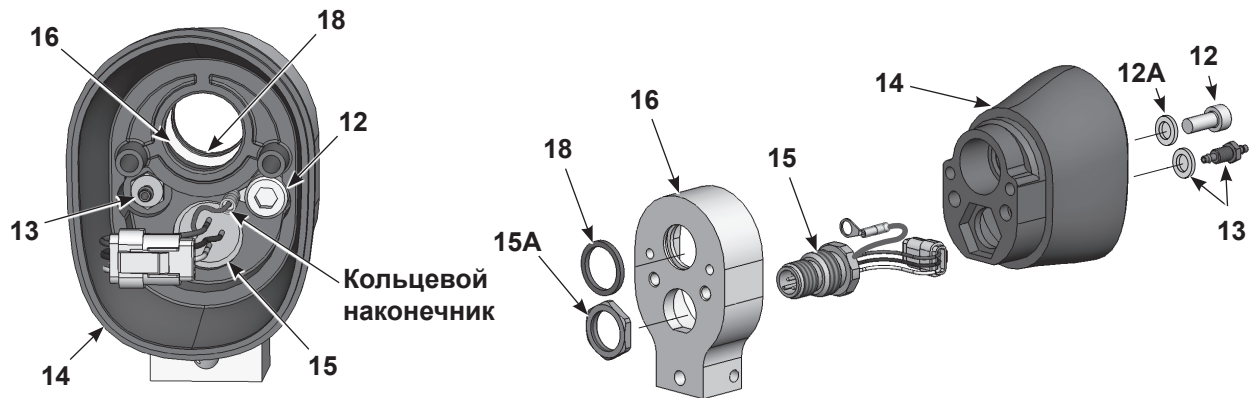

Рис. 24 Распылитель, монтируемый на штанге, разборка, 3 из 3
8. См. Рис. 24. Для разборки узла заднего корпуса вывернуть винт (12), снять стопорную шайбу (12A) и завершенный ниппель со стопорной шайбой (13) внутри заднего корпуса (14). Требуется 3-мм ключ-шестигранник и глубокая головка на 1/4".
9. Отвернуть гайку (15A) от гнезда (15), снять переходник с заднего корпуса распылителя и пропустить жгут проводов гнезда сквозь корпус.
10. Осмотреть кольцо крестообразного сечения (18) в переходнике (16) и заменить кольцо, если оно повреждено.